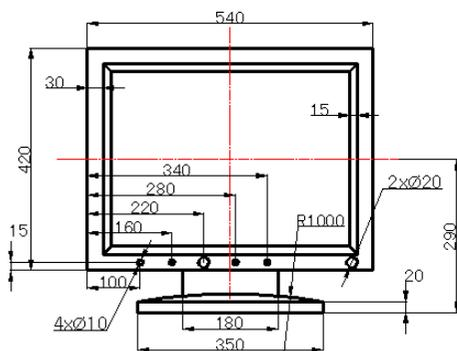

图 17.5.22 添加半径标注
Step5. 用 **标注(Q)** → **半径(R)** 命令创建半径标注, 完成如图 17.5.22 所示。